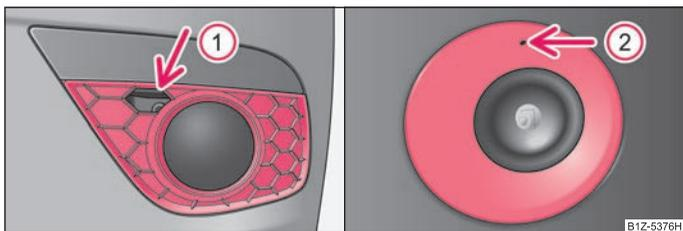

Fig. 195 Pare-chocs avant: Octavia RS / Octavia Scout
- Introduisez un doigt dans l'ouverture ① ⇒ fig. 195 et sortez le cache.